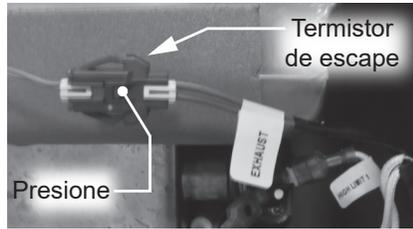

Figura 143 - Desconexión del termistor de escape
- 32 Ubique y desconecte el mazo de cables del termistor de escape en el intercambiador de calor secundario. Consulte la Figura 143.